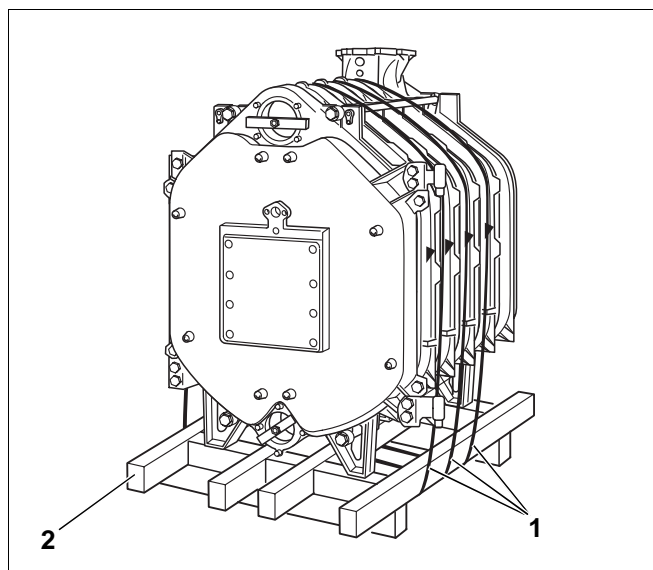

Рис. 18
- Разрезать фиксирующие ремни (рис. 18, поз. 1).
- Убрать поддон (рис. 18, поз. 2).